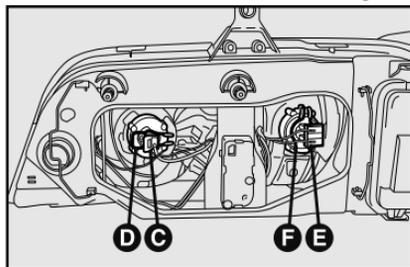

fig. 13
4) desenchufe el conector **C** o **E**-fig. 13;